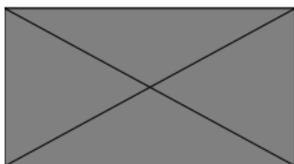

Fig. 117 - INSTALACIÓN
- Coloque cuidadosamente un extremo de la cubierta de la batería en su sitio, de modo que quede encima de la junta tórica (Fig. 117) y, mientras la mantiene bien sujeta, presione el otro extremo para que entre en su sitio.